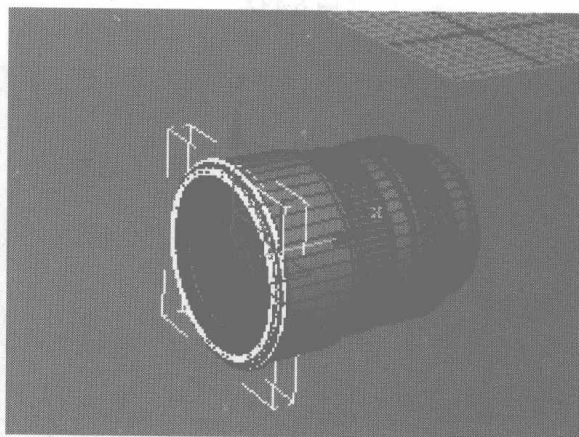

图 6.489
- 87** 选择该物体，进入 Hierarchy 控制面板中单击 按钮，仅影响轴。单击 按钮将轴心移动到面片中心，再单击 按钮将其关闭，再将该物体移动到如图 6.489 所示的位置。